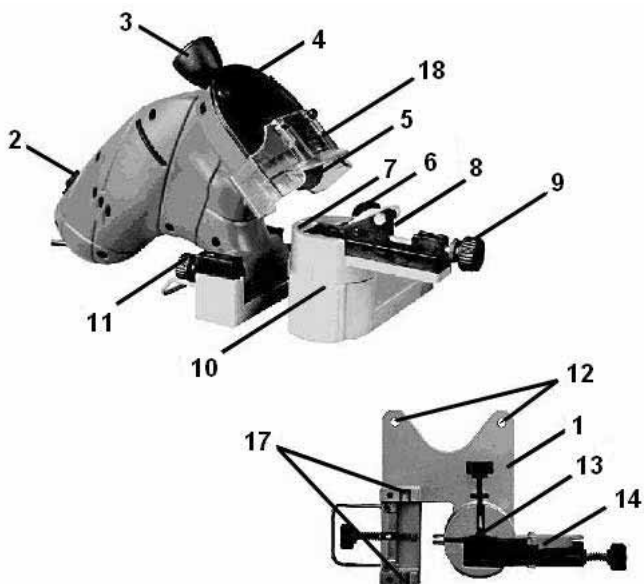

Рисунок 1
4.2.4 Установите блок двигателя в направляющие пазы (17) (Рис. 1) так, чтобы абразивный диск располагался ближе к рабочему столу (7), и зафиксируйте его двумя пластинами при помощи винтов. После этого изделие готово к работе.
5.3.4 Установите необходимую глубину заточки при помощи ограничителя глубины (11) (Рис. 1).